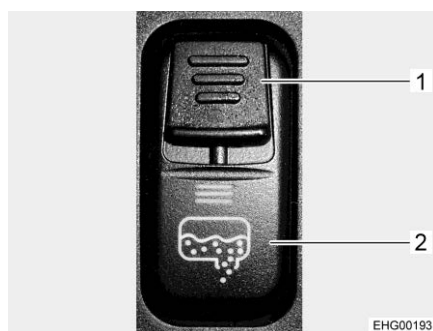

Fig. 194 Interruttore a bilico (scarico delle acque grigie)
- Spostare verso il basso il cursore di sicurezza (Fig. 194,1) sull'interruttore a bilico e, contemporaneamente, premere in basso l'interruttore a bilico (Fig. 194,2). In questo modo la valvola delle acque grigie viene aperta e il serbatoio delle acque grigie svuotato. Il LED si accende e resta acceso fino a quando il rubinetto di scolo delle acque grigie è aperto.